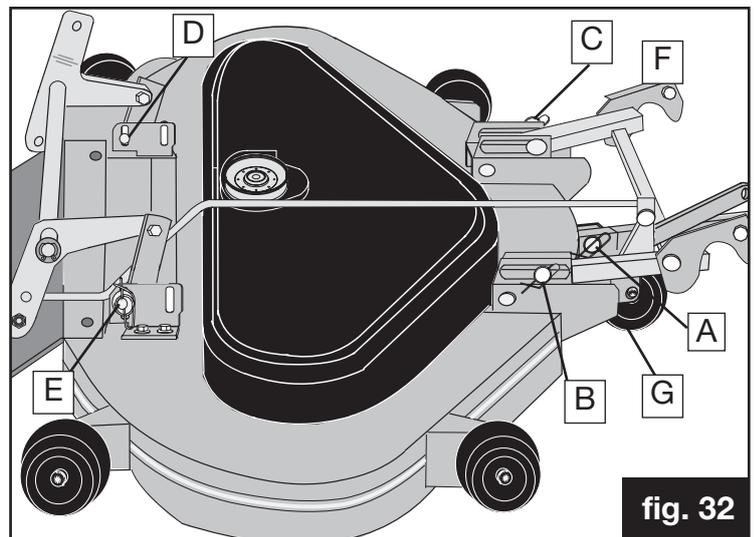
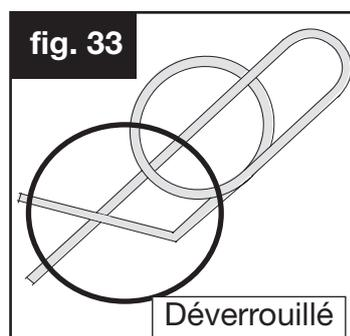

fig. 32
fig. 33
3. Retirez les 3 goupilles de fixation à l'avant du plateau (Figs. 32 A, B & C) en desserrant et retirant les goupilles (Figs. 33 & 33a)
4. Retirez les 2 goupilles de fixation à l'arrière du plateau (Fig. 32 – D and E).
7. Si vous prévoyez d'utiliser le tracteur sans le plateau de coupe, retirez la barre de fixation\* (Fig. 32 F)